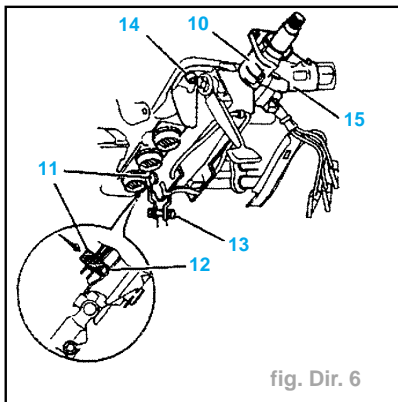

fig. Dir. 6
Impératif : Avant de déposer l'ensemble colonne de direction (10), la verrouiller en position basse maxi et tirer au maximum (pousser le bouton (11) sur l'indexeur de cardan (12) afin de l'immobiliser en position) (fig. Dir. 6).
- Déposer (fig. Dir. 6) :
- la fixation cardan (13),
- les fixations (14) et (15) à l'aide de l'outil **Torx** (réf. 0718).
- Déverrouiller la colonne de direction en tirant sur le bouton (12) (fig. Dir. 6).